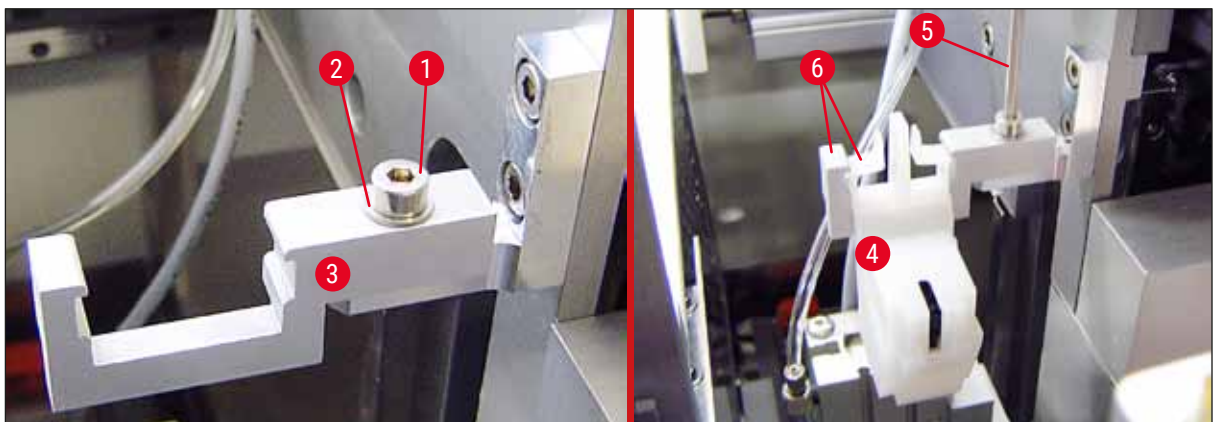

Fig. 22
4. Insérer le nettoyeur d'aiguille du distributeur complètement monté (→ Fig. 22-4) dans le support comme illustré à la (→ Fig. 22). Appuyer pour garantir que les deux étriers de fixation latéraux (→ Fig. 22-6) s'engagent dans les rainures de l'équerre avec un déclic.